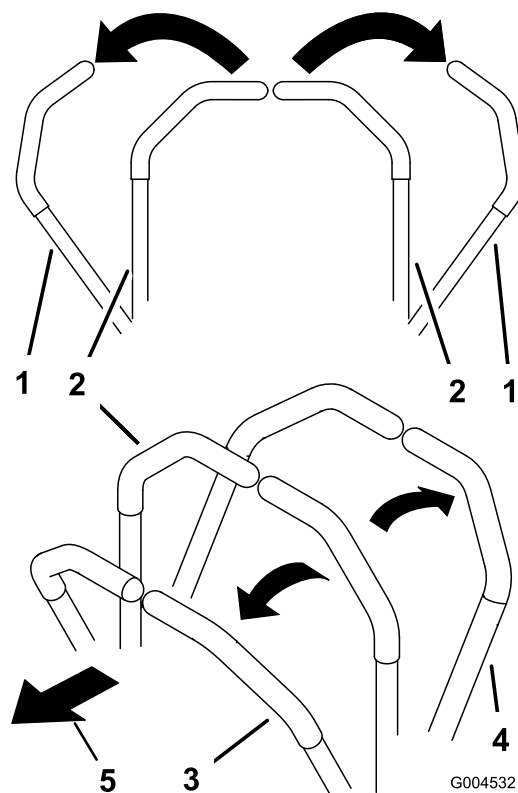

Рисунок 21
- Для перемещения прямо вперед передвиньте медленно вперед рычаги управления движением (Рисунок 21).
- Для перемещения прямо назад передвиньте медленно назад рычаги управления движением (Рисунок 21).
- Чтобы повернуть, сбросьте скорость машины, потянув назад оба рычага, затем нажмите вперед на рычаг, противоположный стороне, в которую требуется повернуть (Рисунок 21).